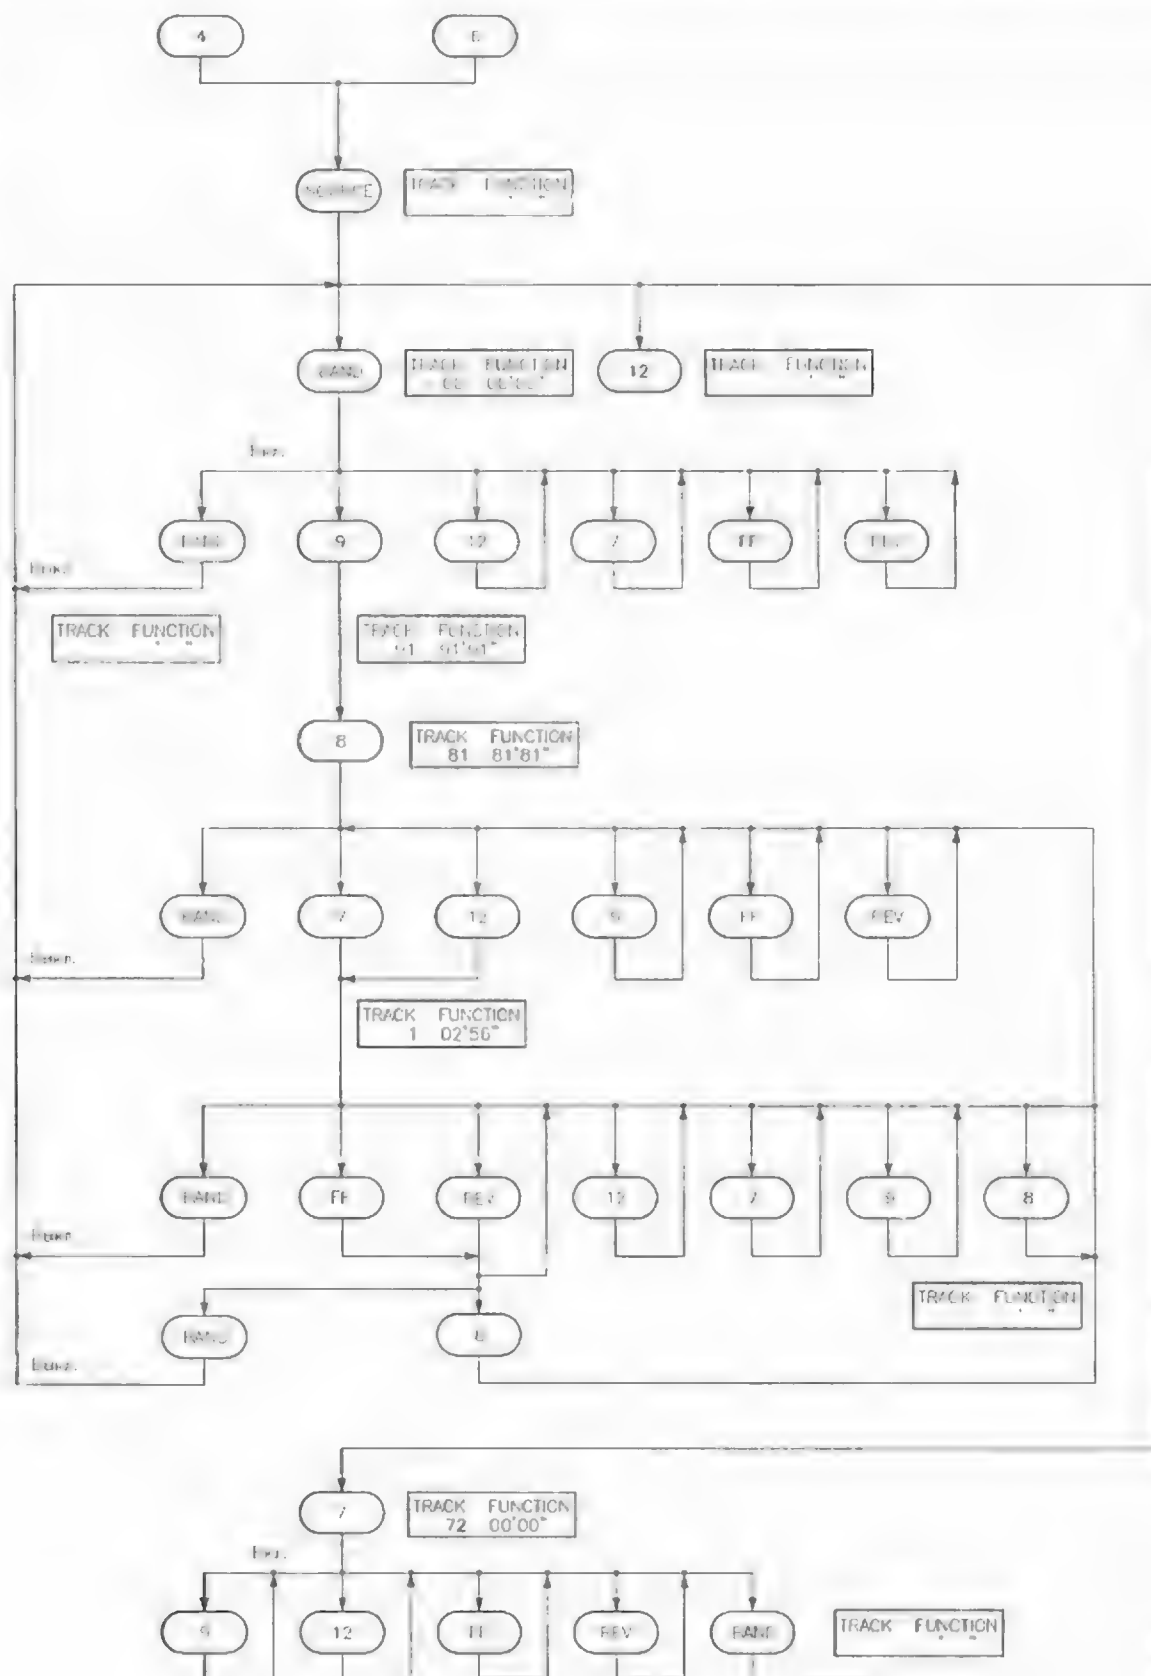

Рис. 3.8. Обобщенный алгоритм проведения тестовых проверок
Обобщенный алгоритм проведения тестовых проверок приведен на рис. 3.8. Цифры и надписи в овалах обозначают клавиши управляющей автомагнитолы, стрелками показаны пути прохождения тестов, которые вызываются нажатием этих клавиш, а в прямоугольниках отображены показания дисплея автомагнитолы в соответствующие моменты.
3. Включить питание схемы (клавиша «BAND»). Нажатием клавиш «FF» и «REV» (рис. 3.8) установить оптический адаптер на внутреннюю дорожку.
2. Включить режим тестирования механизма загрузки/выгрузки компакт-дисков (рис. 3.8). При этом после нажатия клавиши «7» на дисплее должна индизироваться надпись «72 00 00».